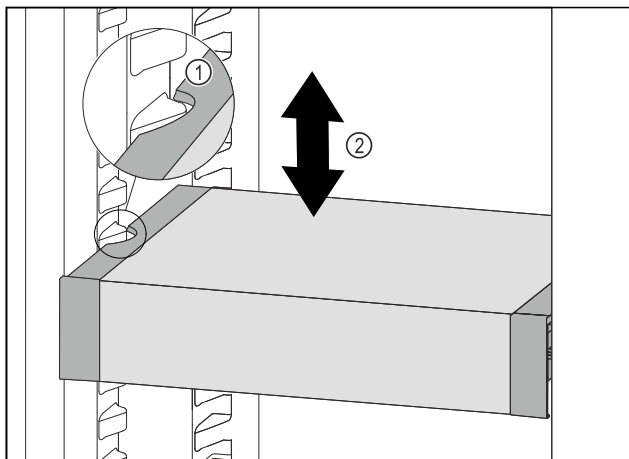

Fig. 128
- Tirer le VarioSafe vers l'avant jusqu'à ce que les encoches latérales du VarioSafe soient à la hauteur de la nervure du bac dans la partie réfrigérateur. Fig. 128 (1)
- Déplacer le VarioSafe vers le haut ou vers le bas dans la partie réfrigérateur jusqu'à ce que la hauteur souhaitée soit atteinte. Fig. 128 (2)